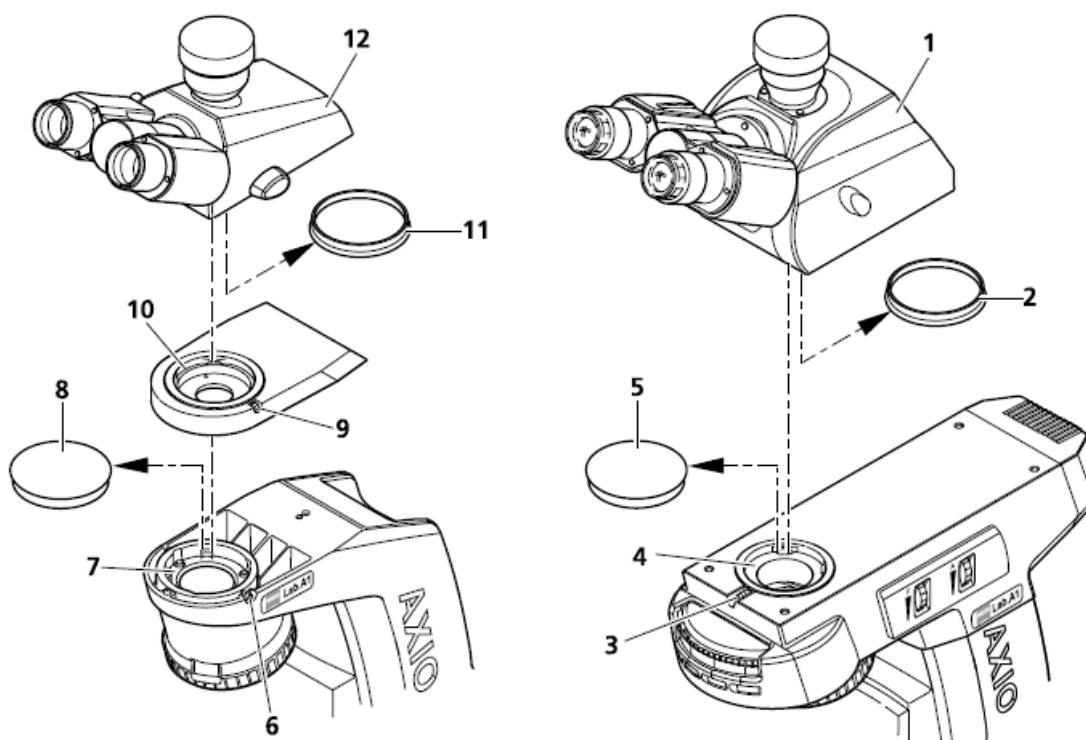

图. 3-5 安装观察筒
- I 使用 3mm 内六角螺丝刀将螺丝(图 3-5/3)拧松,从观察筒下部和主机上的燕尾槽接头取下防尘盖(图 3-5/2,5)
- I 调节观察筒的角度(图 3-5/1)将其燕尾槽插入主机接口处(图 3-5/4),确保已经完全插入,成水平状态,旋转至需要的角度,重新拧紧螺丝(图 3-5/3)
- I 使用 3mm 内六角螺丝刀将螺丝(图 3-5/6)拧松,从观察筒下部和主机上的燕尾槽接头取下防尘盖(图 3-5/8,11)
- I 将中间板(图 3-5/10)的燕尾槽插入主机接口处(图 3-5/7),重新拧紧螺丝(图 3-5/6)
- I 将观察筒(图 3-5/12)燕尾槽插入中间板接口处,重新拧紧螺丝(图 3-5/9)固定